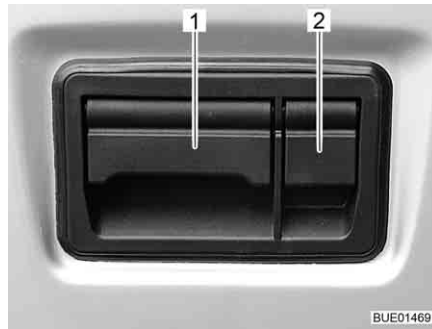

Fig. 34 Cerradura de la trampilla trasera, en el exterior
- Abrir la tapa de protección (Fig. 34,2).
- Tirar de la tapa (Fig. 34,1) hacia arriba y abrir la trampilla trasera.